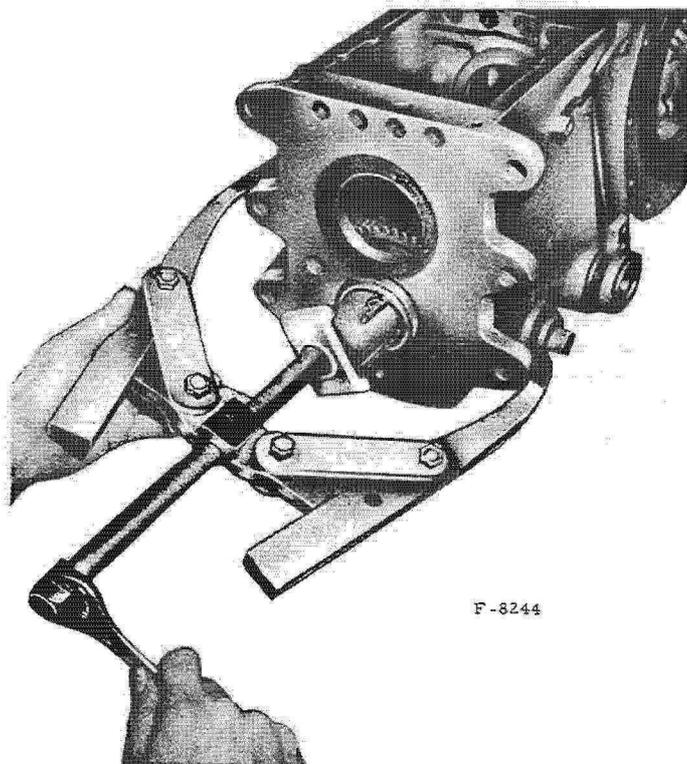

Fig. 50. - Montage du roulement de l'arbre intermédiaire.
- Poussez le roulement à l'aide du dispositif ci-dessus (fig. 50).